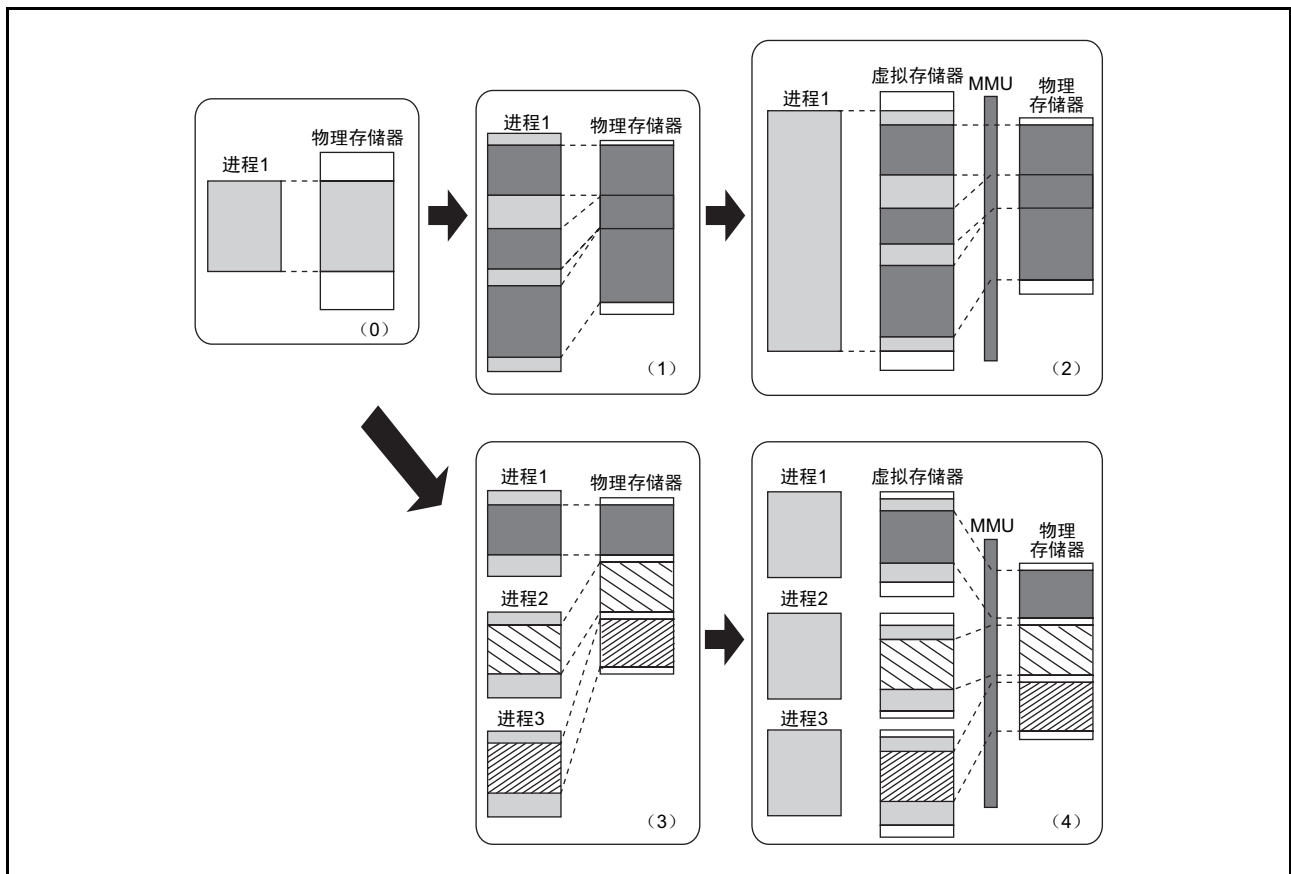

图 7.1 MMU 的作用
MMU 是为了有效利用物理存储器而设计的一种功能。如图 7.1 (0) 所示, 当进程的大小小于物理存储器时, 能将全部进程映像到物理存储器。但是, 当进程的大小增大并且物理存储器保存不下时, 需要分割进程, 将要执行的部分随时映像到物理存储器 (图 7.1 (1)), 从进程本身考虑, 这种物理存储器的映像方法会增加进程的负担。为减轻此负担, 导出了一次性地进行物理存储器映像的虚拟存储方式 (7.1 (2))。虚拟存储方式与物理存储器相比, 具有足够大的虚拟存储器, 将进程映像到此虚拟存储器, 因此只要考虑进程在虚拟存储器中的运行即可。通过 MMU 实现从虚拟存储器到物理存储器的映像。通常, OS 管理 MMU, 为了使进程所需的虚拟存储器能顺利地映像到物理存储器, 进行物理存储器的置换。通过 2 次存储等进行物理存储器的置换。
由此产生的虚拟存储方式在多个进程同时运行的分时系统 (TSS) 中发挥巨大作用 (图 7.1 (3))。由于在 TSS 中运行的多个进程需要意识各自的物理存储器的映像, 所以效率并未提高。为了提高效率, 减轻各进程的负担, 使用虚拟存储方式 (图 7.1 (4)) 给每个进程分配虚拟存储器。MMU 高效率地将多个虚拟存储器映像到物理存储器, 并且为了使某个进程不会错误地存取其他进程的物理存储器, MMU 还具有存储保护功能。